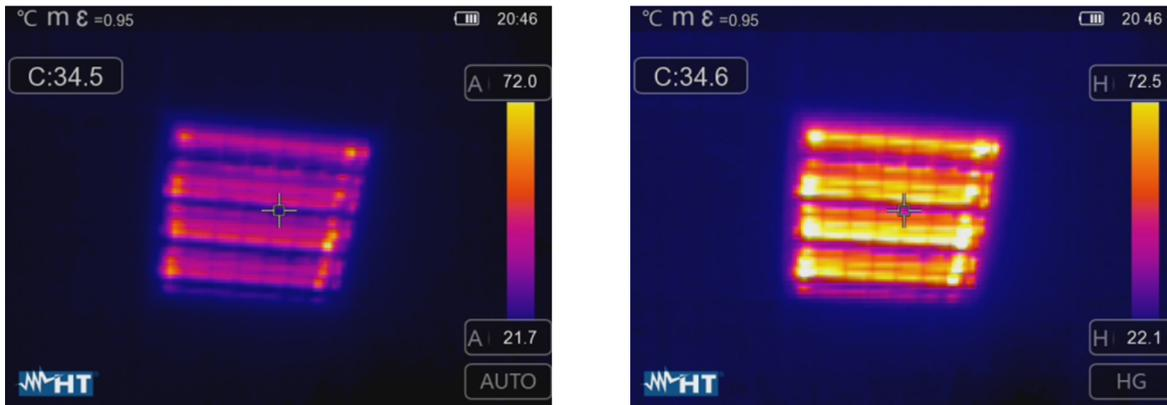

Fig. 44: Impostazione modi Automatico e Istogramma
- Modo **Istogramma (HG)** → i livelli minimo e massimo di temperatura dell'oggetto inquadrato a display sono sempre definiti automaticamente, come nel modo Auto, da parte dello strumento ma in tal caso sono messi in particolare risalto le zone dell'immagine in cui i valori delle temperature sono molto diverse da quelli delle zone adiacenti. La relazione tra la temperatura e il colore della tavolozza è **non lineare** in base ad un algoritmo a istogramma. Questo modo enfatizza la visualizzazione dell'immagine in ambienti di lavoro molto scuri
1. Premere il tasto oppure toccare l'icona "AUTO" presente nella parte bassa destra del display. Le videate di Fig. 44 mostrano le selezioni dei modi "AUTO" e "HG"